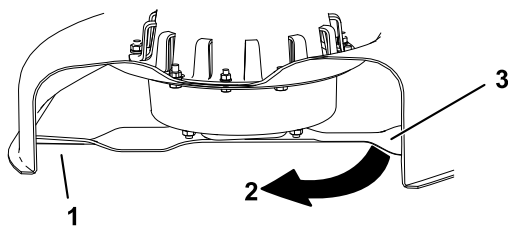

Figure 32
4. Tournez la même lame de 180 degrés pour amener l'autre tranchant à la même position (Figure 32).